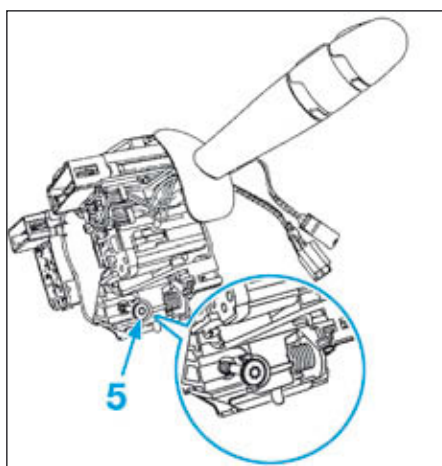

FIG.8
- Desserrer la vis (5) (Fig.8).